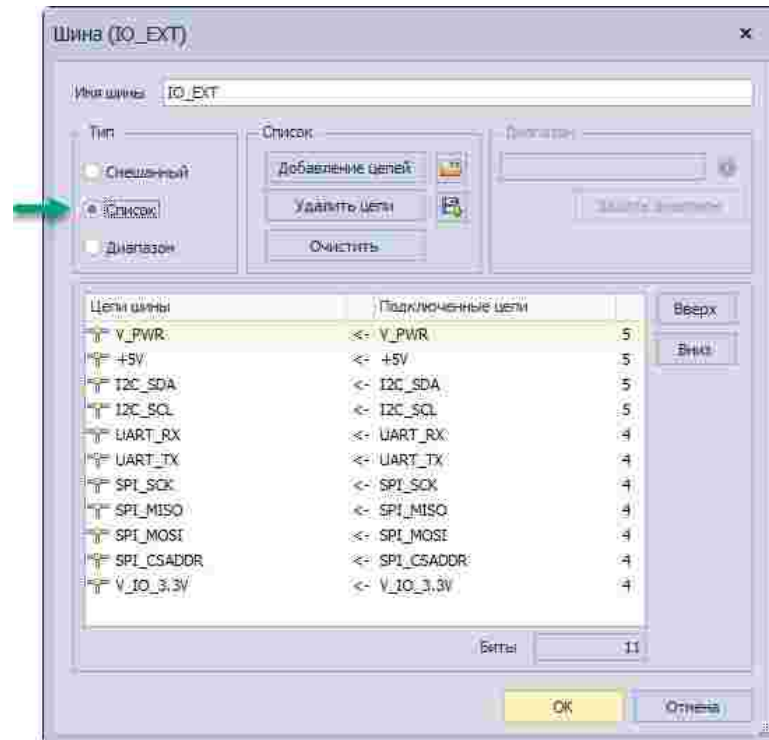

Рис. 137 Включение режима «Список»
2. Установить переключатель, расположенный в левом верхнем углу окна, в положение «Список», тем самым активировав режим работы редактора «Список», см. Рис. 137.